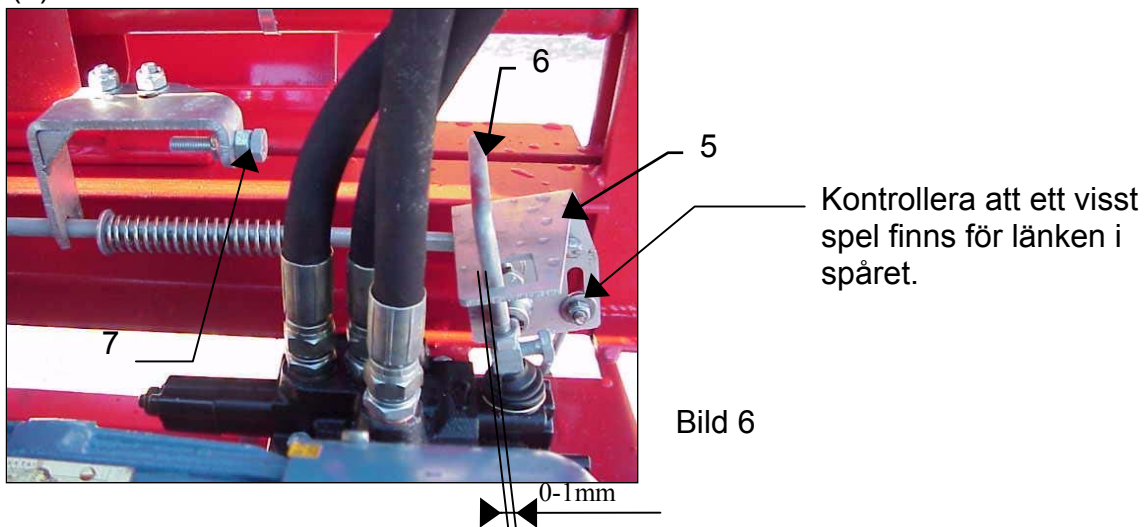

Bild 6
Starta klyven en liten stund så att tryckaren går fram (20cm) samt stanna, alternativt tryck den fram med hjälp av en bräda eller dyligt. Trampa ned pedalen (4) för att återställa mekanismen enl. bild 6.